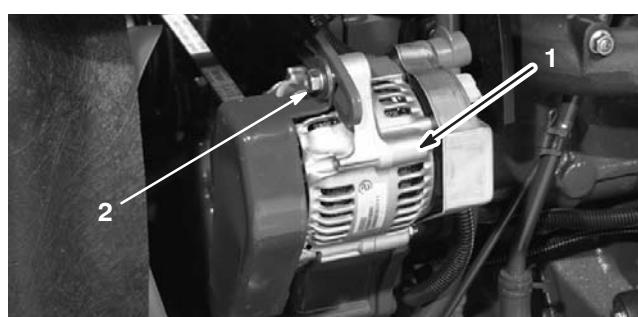

Figure 52
Vérifiez l'état et la tension de la courroie (Fig. 52) toutes les 100 heures de fonctionnement.
- Si ce n'est pas le cas, desserrez les boulons de montage de l'alternateur (Fig. 52). Augmentez ou diminuez la tension de la courroie et resserrez les boulons. Contrôlez de nouveau la flèche de la courroie pour vérifier si la tension est correcte.